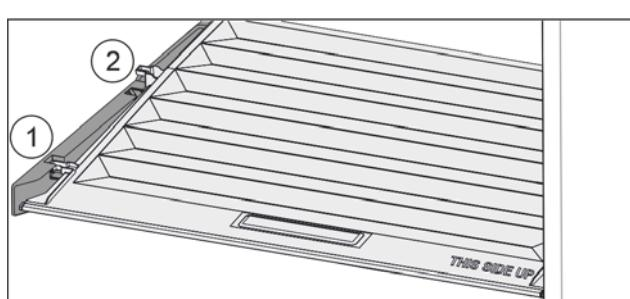

Fig. 67
- Потянуть крышку до отверстия в поддерживающих деталях вперед Fig. 67 (1).
- Поднять сзади снизу и извлечь Fig. 67 (2) движением вверх.